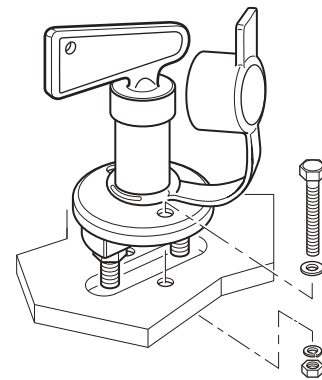

Fig. 45
- Monter batteriafbryderen på et egnet sted i køretøjet, og fastgør den med de medfølgende skruer (Fig. 45).